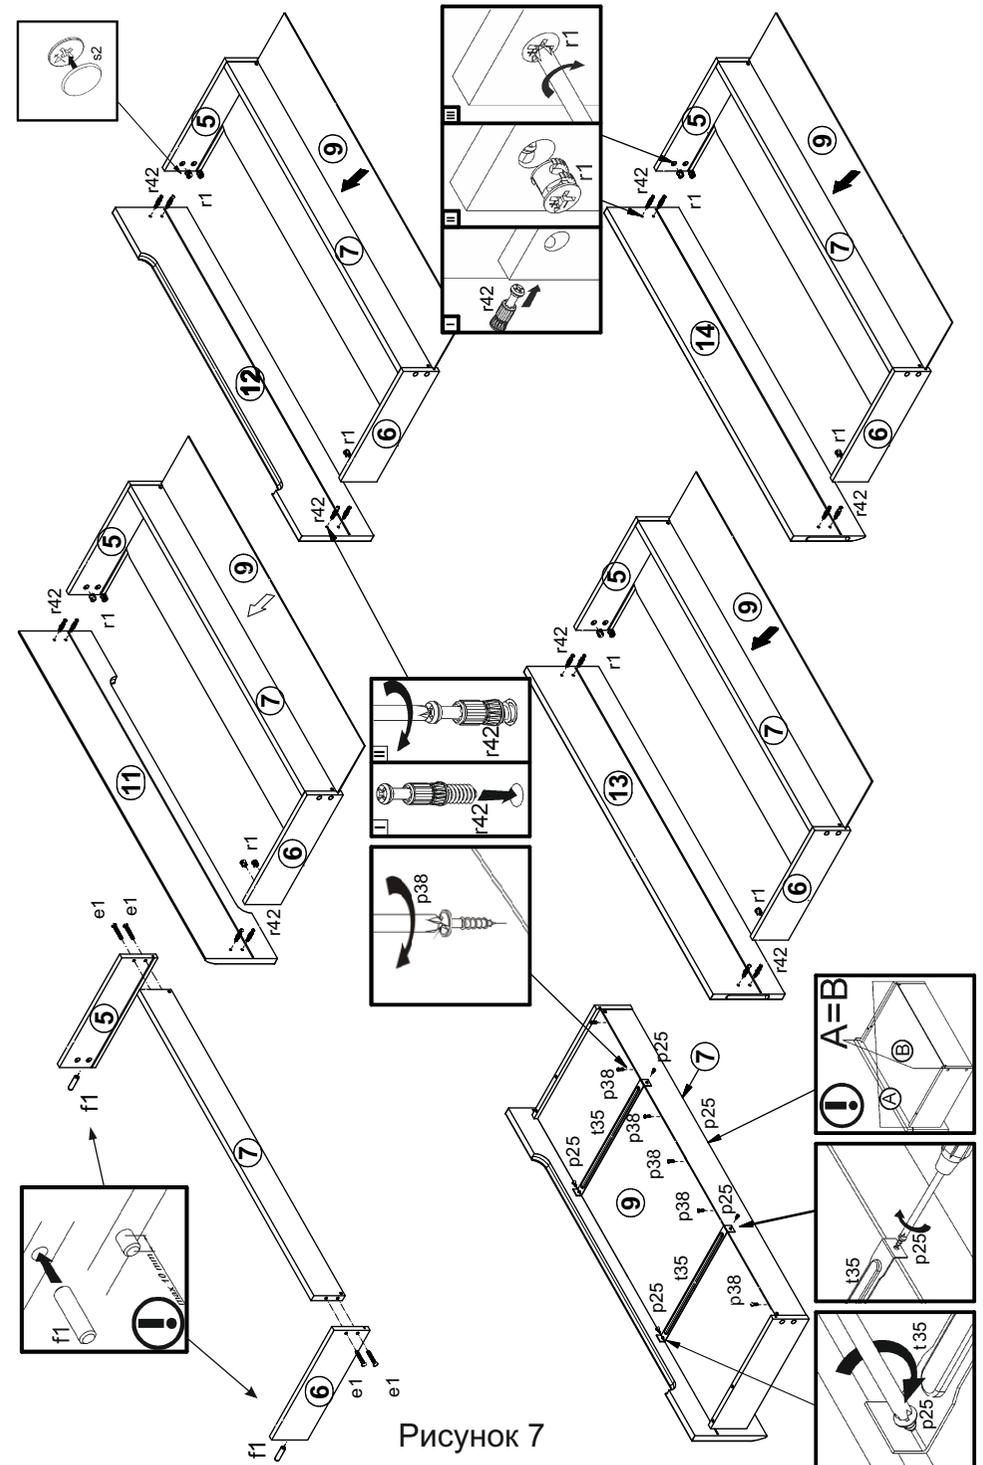

Рисунок 7
ВНИМАНИЕ! В случае, если шкант выступает из отверстия более, чем на 10 мм, его необходимо укоротить, т.к. возможно повреждение деталей. В таких случаях рекламация НЕВОЗМОЖНА. Соединить детали корпусов ящиков 5, 6, 7 с помощью конформатов e1. Для поворота конформатов использовать специальный ключ z1 (см. рис. 7).
4.13 Соединить панели ящиков 11, 12, 13, 14 с корпусами ящиков при помощи шкантов f1 и винтов стяжек r42 и затянуть эксцентриковые стяжки r1 при помощи отвертки (см. рис. 7).
4.14 Вставить дно ящика 9 в пазы в стенках ящиков 5, 6 и панелей ящиков 11, 12, 13, 14, закрепить дно шурупами p38 (см. рис. 7).
4.15 Зафиксировать дно ящика 9 с помощью фиксаторов dna ящика t35 и шурупов p25 (см. рис. 7).
4.16 Закрепить эксцентриковые стяжки на стенках боковых ящиков 5, 6 заглушками s2 (см. рис. 7)